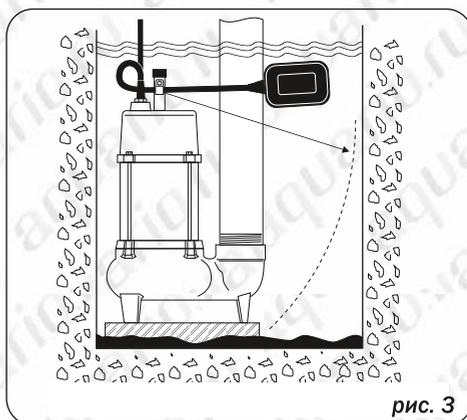

рис. 3
- Вокруг насоса должно быть достаточно места для свободного движения поплавкового выключателя, см. рис. 3;